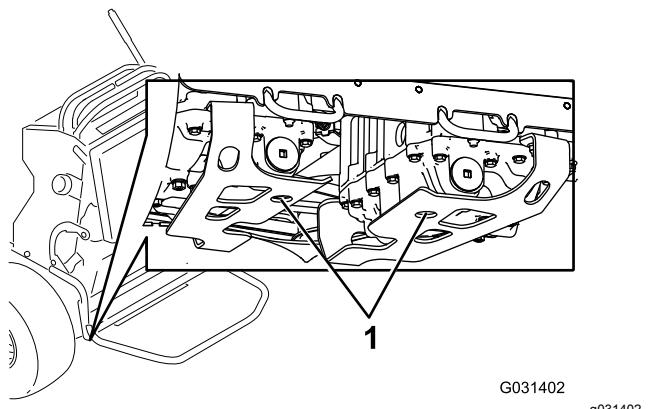

Bild 67
- Stellen Sie eine Auffangwanne unter die Ablassschraube an der Unterseite des Getriebes (Bild 67).